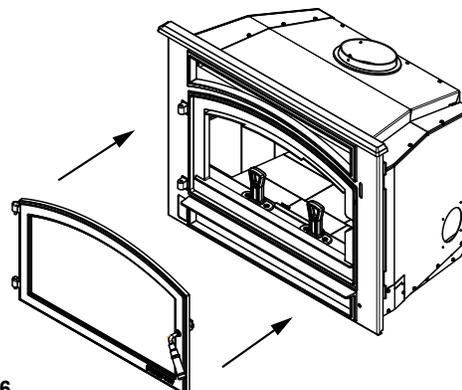

Figure 20.6
6. Réinstallez la porte en avant de l'appareil (**Figure 20.6**).